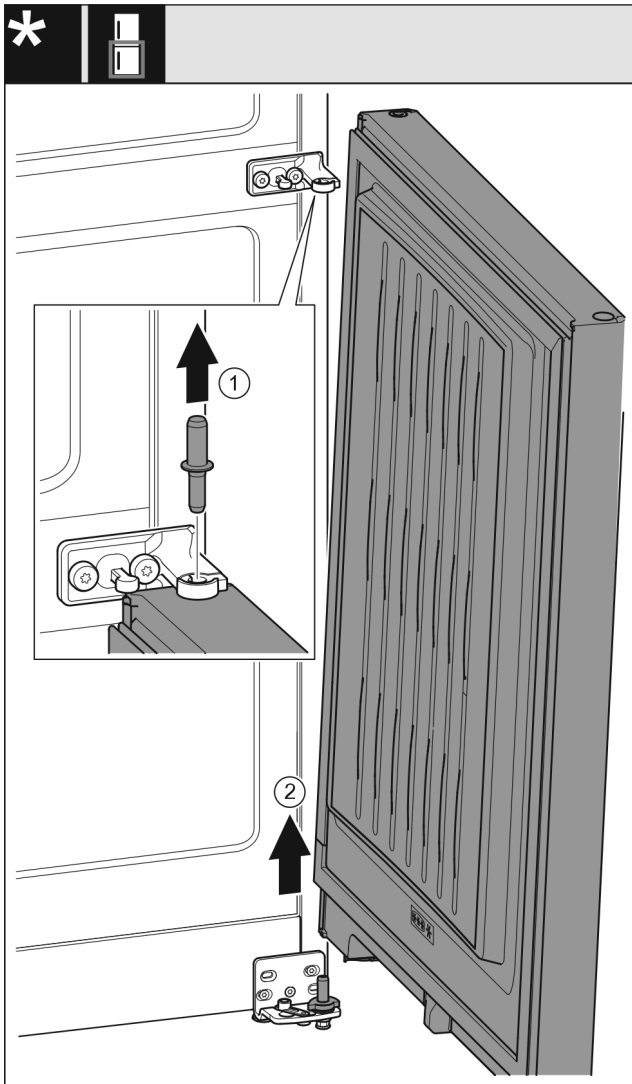

Fig. 11 Ohne Schließdämpfer
- ▶ Bolzen Fig. 11 (1) nach oben herausziehen.
- ▶ Tür Fig. 11 (2) herausschwenken, nach oben ziehen und beiseitestellen.